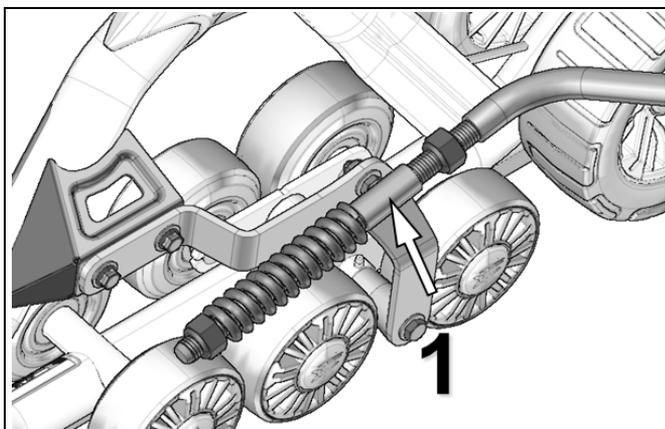
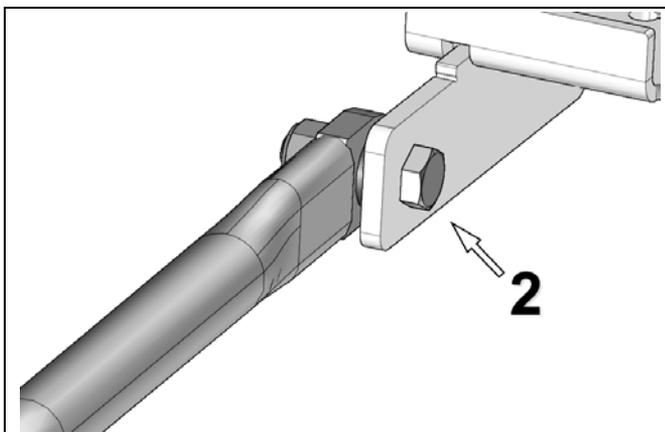

Figure 6
Figure 7
- Le bras stabilisateur doit être fixé au système de traction (1) et à l'ancrage arrière (2) installé sur le véhicule. Voir la Figure 6 et la Figure 7.